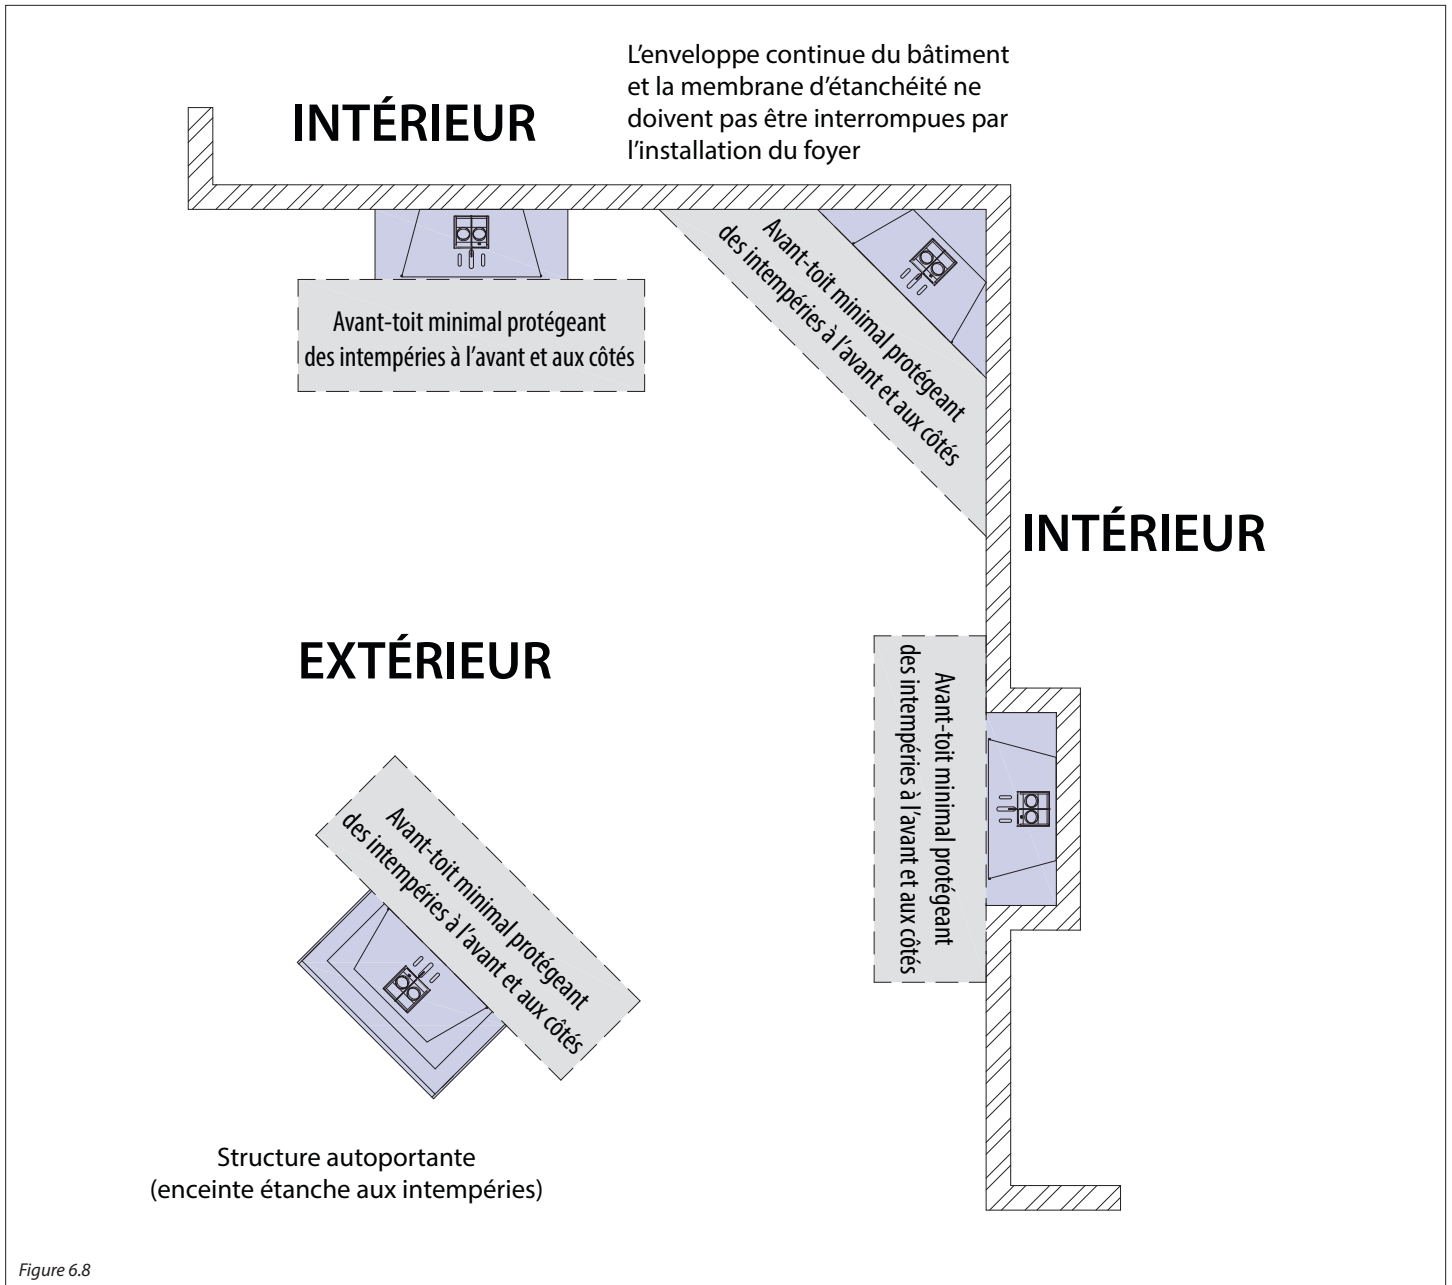

Figure 6.8
- L'enveloppe continue du bâtiment et la membrane d'étanchéité (protégeant des intempéries) ne doivent pas être interrompues par l'installation du foyer. Voir la Figure 6.8 à la page suivante.